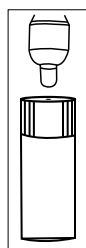

Figure 3B
3. Plaats de sensortip vlak bij het kleine gaatje (3 - 4 mm) op de lektestflacon gedurende niet meer dan 3 seconden, zoals weergegeven in afbeelding 3B, totdat een hoorbaar alarm wordt gegenereerd. Dit is een indicatie dat het apparaat correct werkt.